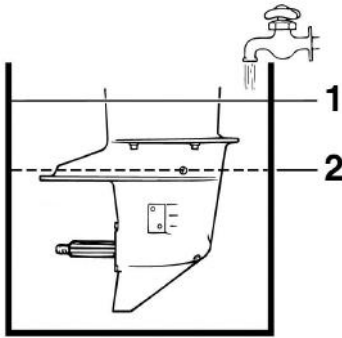

Рис. 47 Промывка системы охлаждения в ёмкости
3. Заполните емкость чистой пресной водой выше уровня антикавитационной пластины (Рис. 47).